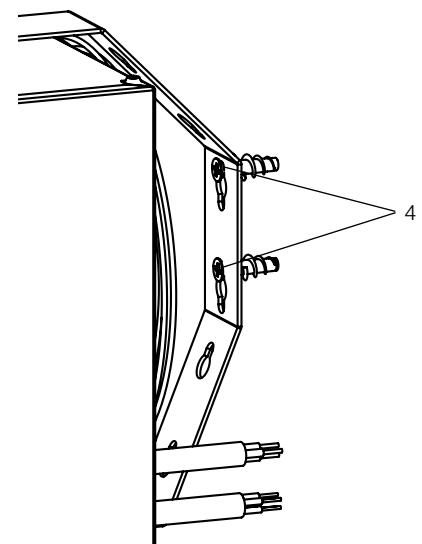

Рис.6 – Паз фиксации на кронштейне подвеса.
2) Подвесить прибор (1) совместив шляпки дюбель-гвоздей (2) (не входят в комплект поставки) с проходными отверстиями на кронштейне подвеса (3) (Рис. 6)
5) Сместить в паз для фиксации (4). (Рис. 6)